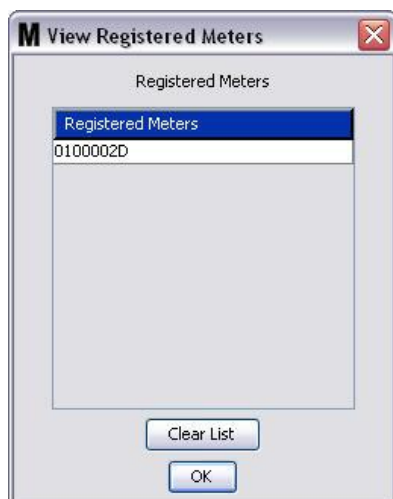

Рис. 121
- Кнопки «**LINK**» [СВЯЗАТЬ] и «**UNLINK**» [ОТМЕНИТЬ СВЯЗЬ]. Когда полностью заполните все параметры окна профиля расходомера, нажмите кнопку «Link» [Связать], чтобы отобразить окно «Meter Profile/ID Assignment» [Назначение идентификатора профилю расходомера] (Рис. 121). Из списка зарегистрированных расходомеров выберите требуемый профиль. Нажмите кнопку «OK» [ОК], чтобы закрыть окно и сохранить изменения.